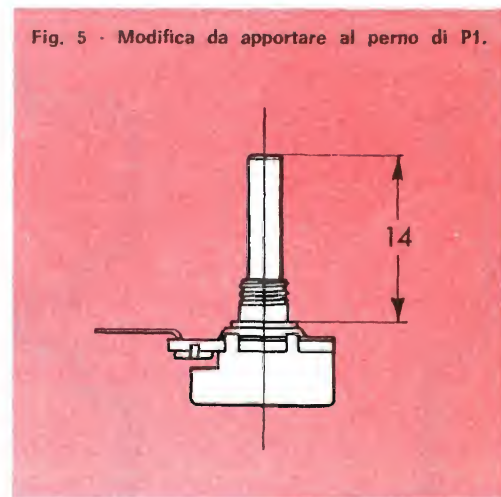

Fig. 5 - Modifica da apportare al perno di P1.
- Tagliare il perno del potenziometro per la giusta lunghezza di 14 cm, dalla sua base, come indicato nella fig. 5.